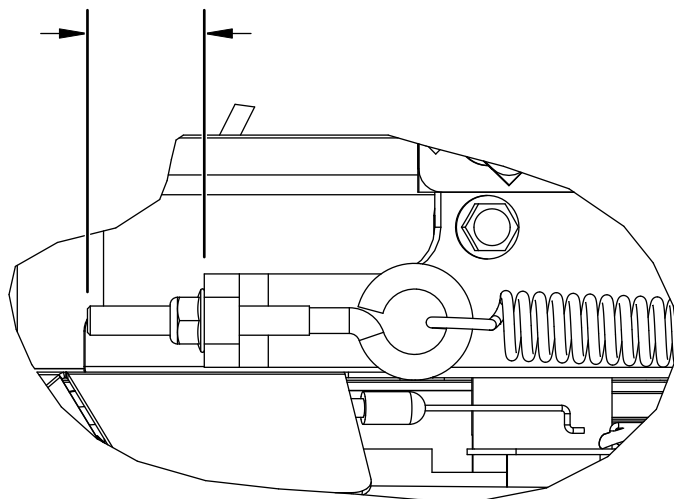

Figure 93
2. Tout en empêchant le boulon à œil de tourner, serrez le contre-écrou jusqu'à ce que le filetage dépasse de 32 mm (1¼ po) après le réglage, comme montré à la Figure 93.